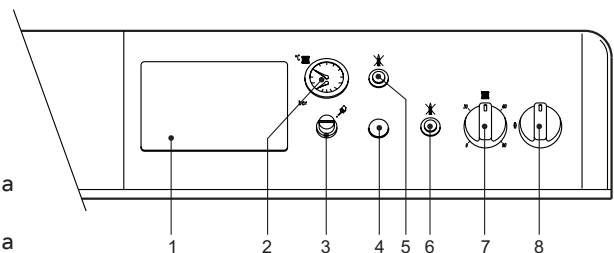

fig. 1
- Disponer el interruptor de caldera "8" en posición 1 (fig. 1).
- En caso de que la caldera esté equipada con una centralita electrónica termostática, montada en posición 1 de fig. 1, el usuario deberá considerar también las instrucciones proporcionadas por el fabricante de la misma.
Si se gira el mando 7 (fig. 1) en el sentido de las agujas del reloj, la temperatura del agua de la calefacción aumenta; en sentido contrario a las agujas del reloj, disminuye. La temperatura puede regularse entre un mínimo de 30 °C y un máximo de 90 °C. No obstante, se aconseja no hacer funcionar la caldera a menos de 45°.
Mediante el termostato de ambiente, programar la temperatura deseada en el interior de la vivienda. La caldera se enciende gobernada por el termostato de ambiente y calienta el agua de calefacción a la temperatura establecida por el mando de regulación de la temperatura de la calefacción 7 (fig. 1). Al alcanzarse la temperatura requerida en el interior de los locales, el generador se apaga.
La presión de carga con la instalación fría, leída en el hidrómetro de la caldera apart. 2 de fig. 1, debe ser de más o menos 1,0 bar. Si la presión de la instalación disminuye durante el funcionamiento (debido a la evaporación de los gases disueltos en el agua) por debajo del valor citado, el usuario ha de restablecer el valor inicial mediante la llave de llenado. Al finalizar la operación, cerrar siempre la llave de llenado.